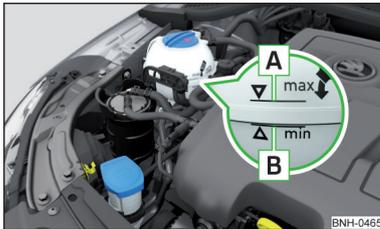

Fig. 121
La denominación del líquido refrigerante se encuentra en el depósito de compensación del líquido refrigerante » fig. 121 de la página 149.
- No rellenar el depósito de líquido refrigerante por encima de la marca  » fig. 121 de la página 149.
Depósito de compensación del líquido refrigerante » fig. 121
► Comprobar el nivel de líquido refrigerante en el depósito de compensación del mismo » fig. 121.
Cuando el motor está caliente, el resultado de verificación puede ser inexacto. El nivel también puede estar sobre la marca  » fig. 121.